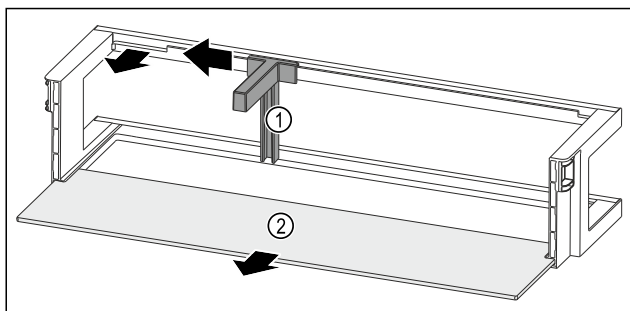

Fig. 93 Dvevní přihrádka s držákem lahví a odkládací plochou
- Držák lahví Fig. 93 (1) posuňte na stranu až k vybrání.
- Držák lahví Fig. 93 (1) odeberte.
- Odkládací plochu Fig. 93 (2) odeberte.